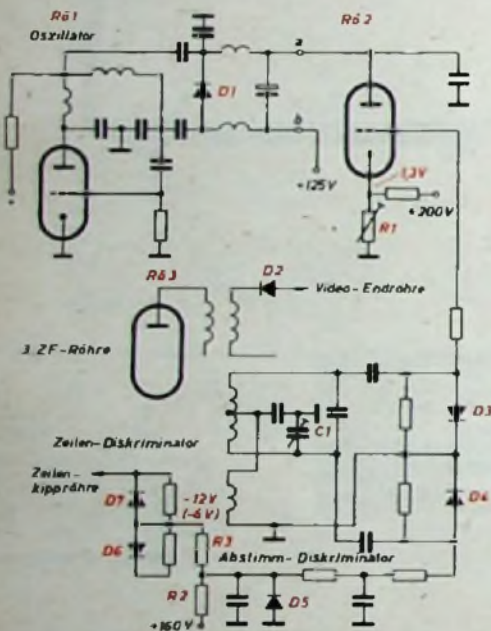
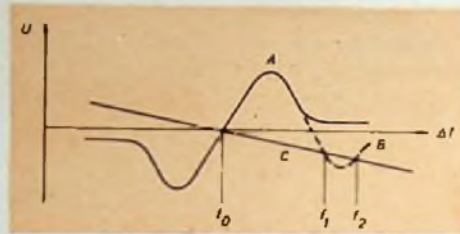

Bild 1. Schaltung des Oszillators und des Abstimm-Diskriminators
Bild 2. Kennlinien des Abstimm-Diskriminators
Die Oszillatorschaltung mit $R\bar{0}1$ als Schwingröhre (Bild 1) ist ohne Besonderheiten. Parallel zum Oszillatorschwingkreis liegt die Diode $D1$, der bei Handabstimmung ein variabler Widerstand als Belastungswiderstand parallelgeschaltet ist. Dieser veränderbare Widerstand wird
Bei der folgenden Betrachtung soll der Schaltungsteil mit den Dioden $D6, D7$ und $D5$ vorerst unberücksichtigt bleiben. Die Kennlinie des Abstimm-Diskriminators entspricht der Kurve A im Bild 2. Diese Kurve schneidet die Nulllinie bei f_0 (Differenz zwischen Sollfrequenz und Bildträger-ZF gleich Null). Ist der Oszillator (Bild 1) richtig abgestimmt, so liegt der Bildträger auf Mitte Nyquistflanke der Durchlaßkurve. Da die Kurve A die Nulllinie (Bild 2) bei f_0 schneidet, ist die Ausgangsspannung des Abstimm-Diskriminators bei richtiger Empfängerabstimmung 0 Volt.
Strom fließt, daß der Oszillator auf der Sollfrequenz schwingt. Wird der durch $D1$ fließende Strom größer (Steuerspannung von $R\bar{0}2$ wird positiver), so schwingt die Oszillatorstufe auf einer niedrigeren Frequenz, wird der durch $D1$ fließende Strom kleiner (negative Steuerspannung an $R\bar{0}2$), so erhöht sich die Schwingfrequenz des Oszillators. Die Gerade C im Bild 2 gibt die Abhängigkeit zwischen der vom Diskriminator gelieferten Steuerspannung (U) und der Abweichung Δf der Oszillatorfrequenz von der Sollfrequenz an. Der Oszillator stellt sich bei Automatikbetrieb auf die Frequenz ein, bei der die Kurve A von der Geraden C geschnitten wird, also auf f_0 , bei der Δf (Abweichung von der Sollfrequenz) Null ist.
Um diese Mehrdeutigkeit bei der Automatik-Abstimmung auszuschalten und eindeutige Abstimmung auf f_0 zu erzwingen, wird mit einer Hilfsspannung gearbeitet, die aus dem Diskriminator des Zeilenkoppteiles entnommen wird. Am Symmetriepunkt des Zeilen-Diskriminators ($D6, D7$ im Bild 1) steht, falls Synchronimpulse vorhanden, eine Spannung von -12 V. Ist die Bildträger-Amplitude und damit die Zeilensynchronimpuls-Amplitude zu klein
oder ist der Synchronimpuls ganz ausgefallen (bei völliger Verstimmung des Empfängers), so ist die Spannung am Symmetriepunkt nur noch -6 V. Diese Spannungsdifferenz zwischen -6 und -12 V bei nicht synchronisiertem und synchronisiertem Zeilenkoppteil wird ausgenutzt, um eine ausreichende Betriebssicherheit des Automatikleiles auch bei außergewöhnlichen Betriebsbedingungen sicherzustellen. Aus der am Symmetriepunkt $D6, D7$ (vor $R3$) liegenden negativen Spannung von 12 V und der hinter $R2$ geteilten positiven Spannung ($+160$ V) resultiert an der Diode $D5$ eine kleine negative Spannung. $D5$ ist durch diese Spannung ($-0,3 \dots -0,4$ V) geöffnet, und die Spannungshöhe ist auch bei sich ändernden Betriebsbedingungen fest. Fallen einmal die Synchronimpulse aus, weil entweder der Sender abgeschaltet ist oder weil der Oszillator durch den Feinabstimmregler so weit verstimmt ist, daß der Bildträger in die Nachbartonfälle rutscht, dann ist die Spannung am Symmetriepunkt des Zeilen-Diskriminators -6 V, also um 6 V positiver als vorher. Damit ist auch die an $D5$ liegende Spannung positiver, die Diode $D5$ wird gesperrt, und $R\bar{0}2$ bekommt eine positive Vorspannung. Diese Vorspannung entsteht also im Bereich des Kurventeiles B (Bild 2) und kompensiert diesen ins negative Gebiet fallenden Kurvenzug, so daß die Gerade C die Diskriminatorkurve ausschließlich bei f_0 schneiden kann und Fehlabbildungen vermieden sind.